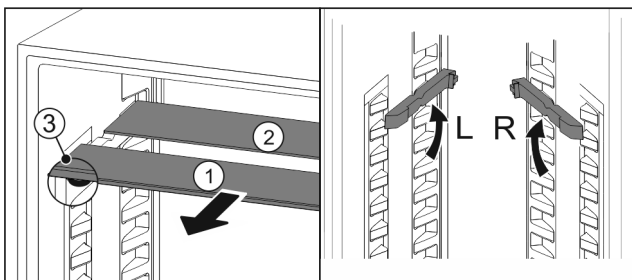

Fig. 79
- ▶ 将玻璃隔板逐个向前拉出 Fig. 79 (1)。
- ▷ 带装饰条的玻璃隔板 Fig. 79 (1)在前。
- ▷ 阻挡装置 Fig. 79 (3)指向下方。